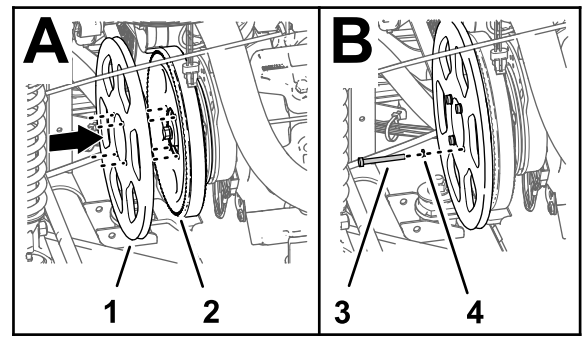

図 182
4. オルタネータブラケットを用プーリキットの穴を、ポンプ用プーリの穴に合わせる 図 182。